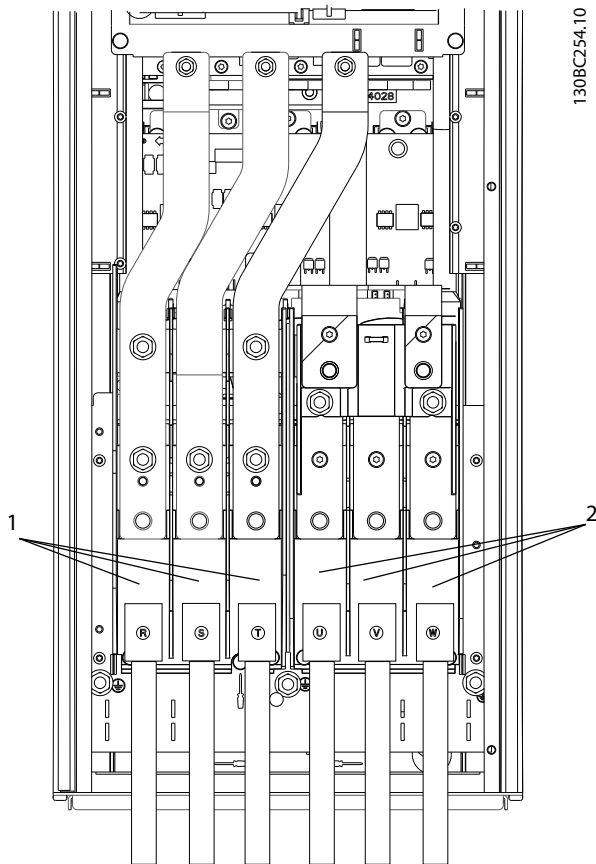

Рисунок 2.13 Подключение к сети питания переменного тока
- Подключите проводку трехфазной сети переменного тока к клеммам L1, L2, и L3 (см. Рисунок 2.13).